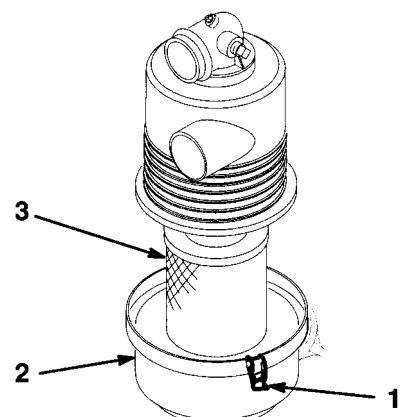

図28
3. ラッチを外してカバーとボディーを分離し（図28）、カバーの内部をきれいに清掃する。